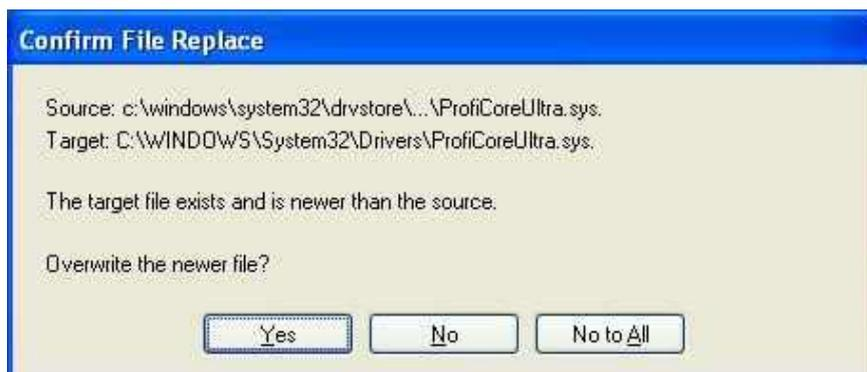

Abb. 4 – Warnung vor der Ersetzung von Treibern (mit „Ja“ bestätigen)
- Die neue Version im Verzeichnis der Vorversion überinstallieren. Wenn die Warnung angezeigt wird, dass bereits vorhandene Treiber neuer zu sein scheinen (siehe Abb. 4), wählen Sie einfach „Ja“, um sie zu überschreiben.